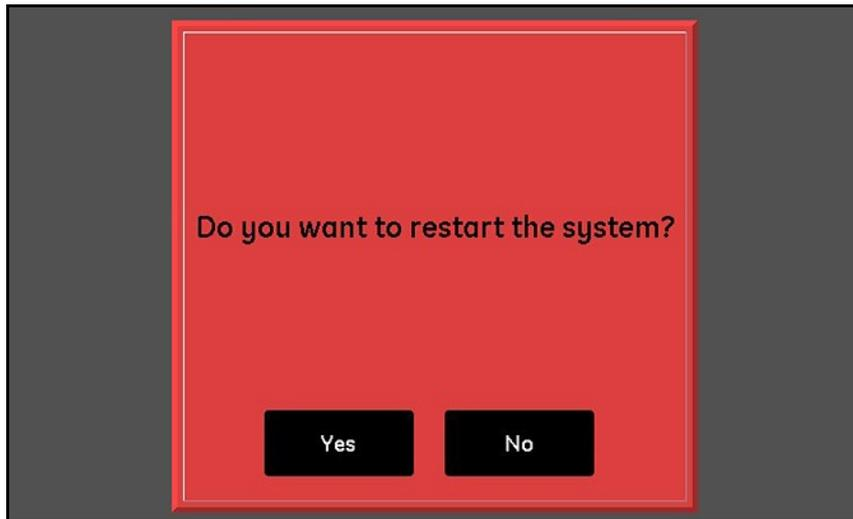

Abbildung 30: Bestätigungsbildschirm für Neustart
3. Tippen Sie am Bestätigungsbildschirm in *Abbildung 30* unten auf die Schaltfläche **Ja**, um das Gerät neu zu starten, oder tippen Sie auf **Nein**, um den Vorgang abzubrechen.
Um das moisture.IQ-System neu zu starten, tippen Sie auf die Schaltfläche **Neustart**. Tippen Sie dann entweder auf **Ja** oder auf **Nein** in einem Bestätigungsbildschirm, der dem in *Abbildung 30 auf Seite 34* dargestellten ähnelt.